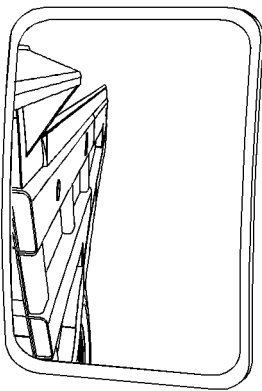

Ilustración 53
- El extremo superior del lado derecho de la caja del camión o del tanque de agua que permitirá que el camión para cargar se ubique frente al pasador de pivote del balde cargador que aparece en la ilustración 53.